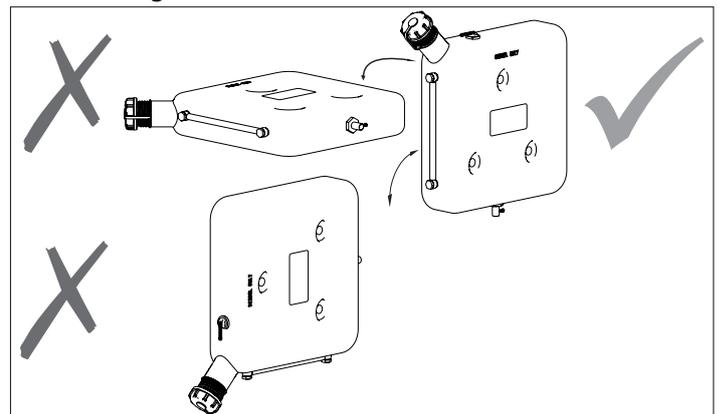

Fig. 2 Zulässige Einbaulage
- Die zulässige Einbaulage ist senkrecht (siehe Fig. 2).